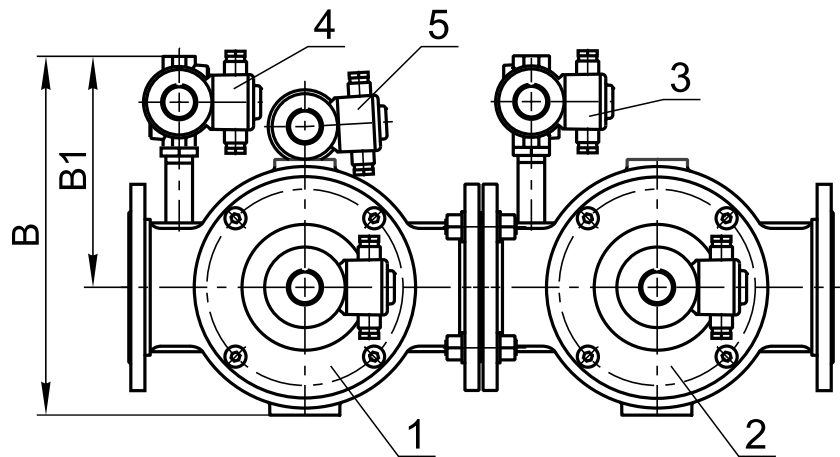

Рис. 23-25
Клапаны свечи безопасности и запальной горелки могут располагаться справа по ходу газа (рис. 23-24) или слева (рис. 23-25).
* Габаритный размер «В» (ширина) приведен для правого исполнения блоков (рис. 23-24). Для левого исполнения блоков (рис. 23-25) данный размер необходимо уменьшить на 75 мм.